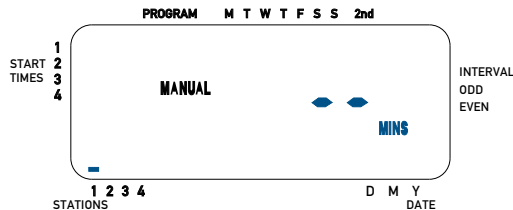

Figure 11: Exécution manuelle de stations individuelles
- Appuyez sur la touche MANUAL \(MANUEL\). Ensuite, appuyez trois fois sur la touche NEXT \(SUIVANT\). L'afficheur affiche un curseur clignotant sur la station 1 ainsi que - - MINS. [Voir figure 11]